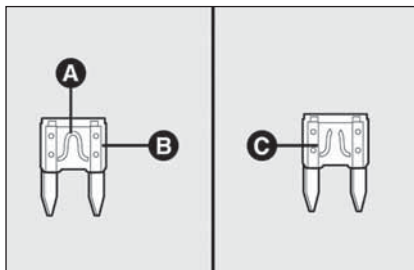

fig. 34
Quando un dispositivo non funziona, occorre pertanto verificare l'efficienza del relativo fusibile di protezione: l'elemento conduttore **A**-fig. 34 non deve essere interrotto. In caso contrario occorre sostituire il fusibile bruciato con un altro avente lo stesso amperaggio (stesso colore).
**B** fusibile integro fig. 34
**C** fusibile con elemento conduttore interrotto fig. 34.